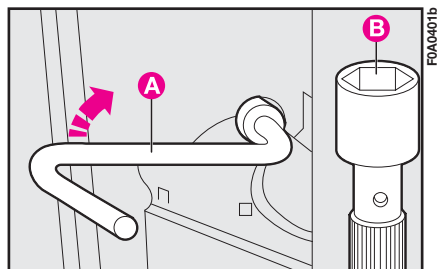
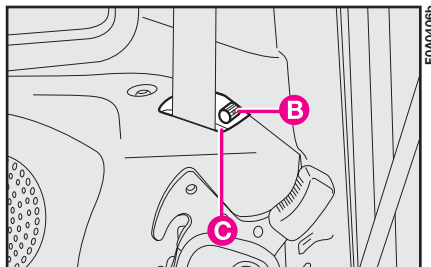

fig. 28
fig. 28a
2) Inserire la chiave in dotazione **A**-fig. 28 (utilizzata anche per lo smontaggio ruota) sul bullone di fissaggio del gruppo ottico.
3) Dopo aver allentato i bulloni, svitare i dadi di fissaggio del gruppo ottico mediante la prolunga **B**-fig. 28 fornita in dotazione.
Per la versione sette posti, svitare il bullone di fissaggio del gruppo ottico utilizzando la prolunga **B**-fig. 28 inserita sul bullone stesso attraverso l'asola **C**-fig. 28a.